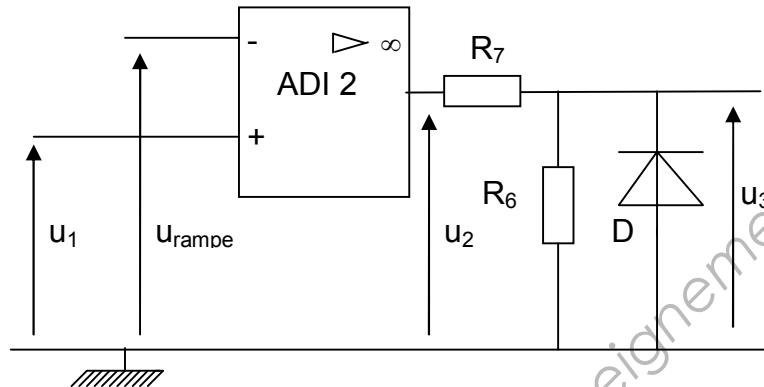

FIGURE 4
A.2.2 Élaboration du rapport cyclique α (figure 4).